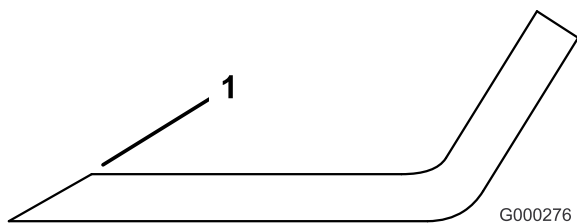

図 101
3. 全部のブレードの切っ先を丁寧に点検する。切っ先が鈍くなっていたり欠けていたりした場合には研磨する。研磨は刃先の上面だけに行い、刃の元々の角度を変えないように十分注意する（図 101）。ブレードの左右を均等に削れば、バランスを狂わすことなく研磨を行うことができる。
ブレードの磨耗を放置すると、ブレードのセール部と平坦部との間に割れ目が発生する（図 101）。この割れ目が拡大すると、最終的にはブレードがちぎれてハウジングの下から飛び出し、これがオペレータや周囲の人に重大な人身事故となる。